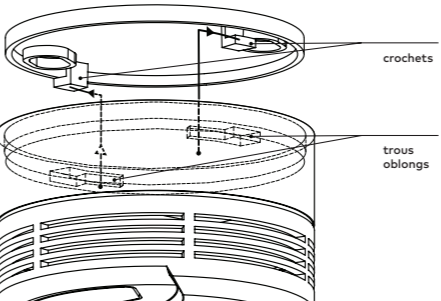

Fig. 8
- Poussez le détecteur avec les trous oblongs sur les 2 crochets de la plaque de base et vissez soigneusement le détecteur sur la plaque de base comme indiqué dans la figure 8. Cela active également la pile du TLB-160. Pour déconnecter le détecteur de la plaque de base, lorsque vous voulez remplacer la pile, dévissez le détecteur dans le sens horaire.